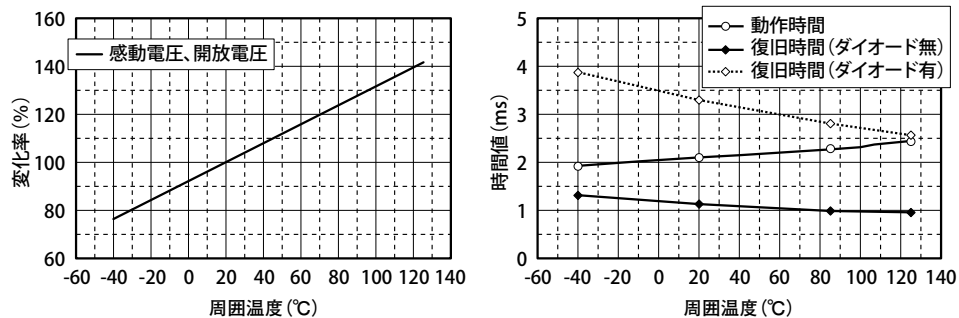

図10 温度特性例 (EX2リレー)
(1) 周囲温度
- ① 使用温度範囲内で、定格電圧以下でお使いください。しかし、コイル許容電圧は使用温度上限域で制限される場合がありますので、使用前にご確認ください。
- ② 感動電圧、開放電圧、動作時間、復旧時間は、周囲温度により変化します。使用される温度で正常に動作することを技術資料で事前にご確認ください。図10にリレー動作特性の温度特性例を示します。